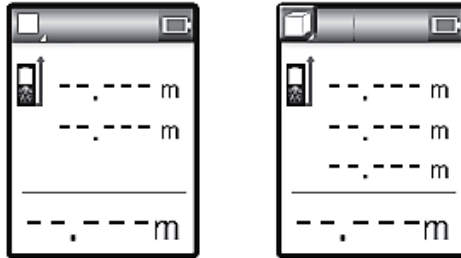

Рисунок 5
- натисніть кнопку (1) та перегляньте екран символів, доки не знайдете потрібну функцію (рисунок 5);